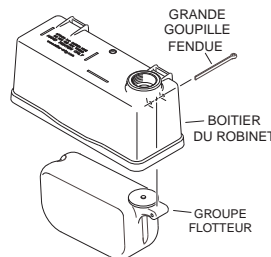

Figure 1
2. Placez le groupe flotteur à l'intérieur du boîtier de robinet puis faites glisser la grande goupille fendue de 2 pouces 1/4 à travers le boîtier et le groupe flotteur (voir figure 1). Écartez légèrement les extrémités de la grande goupille fendue à l'aide des pincettes. Lorsque'il est correctement monté, le groupe flotteur doit pivoter librement autour de la goupille fendue à l'intérieur du boîtier de robinet.